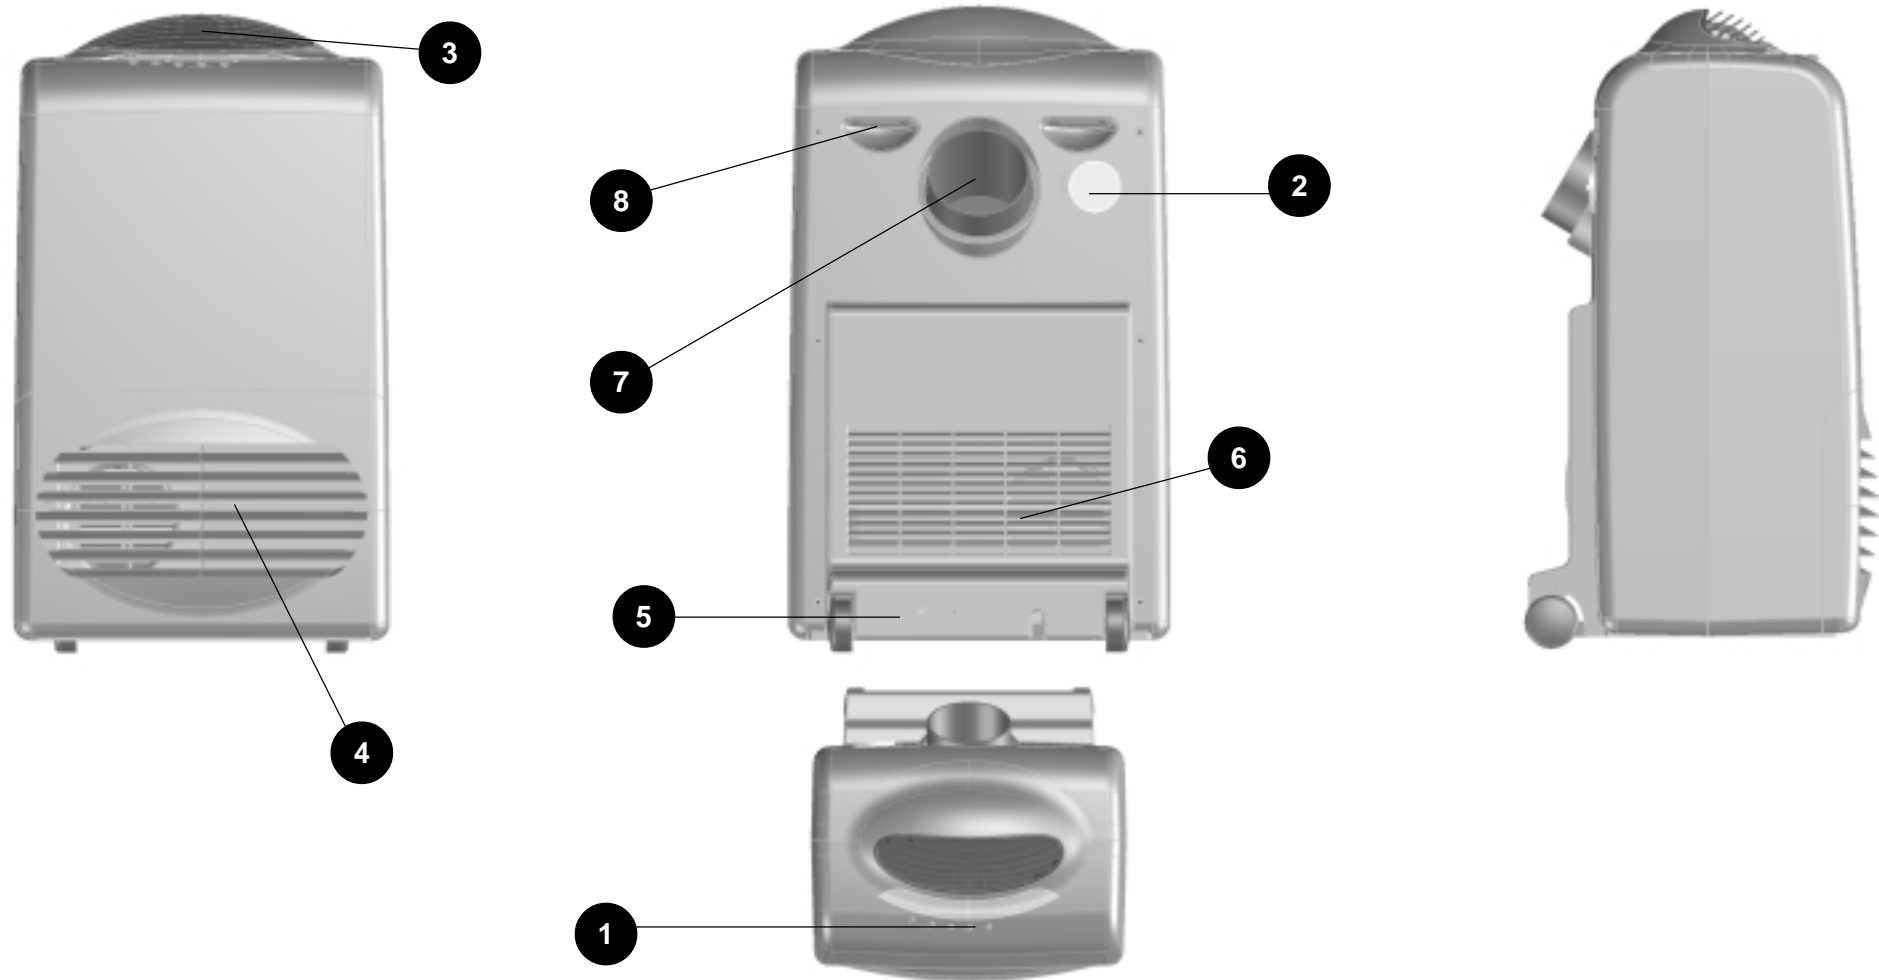

Fig. 1
• Assicuratevi che tende o altri oggetti non ostruiscano i filtri di aspirazione (fig. 1 - 4) (fig. 1 - 6).
• Make sure curtains or other objects are not obstructing the suction filter (Fig. 1 - 4) (Fig. 1 - 6).